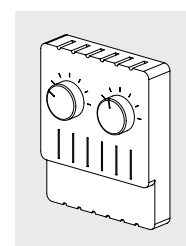

Figure 15
8.7 L'armoire de commande peut être équipée d'une résistance chauffante. La résistance peut être réglée automatiquement par un thermostat intégré ou par un thermostat externe. Consultez la documentation fournie avec l'armoire de commande. Lorsque le dispositif de chauffage et le ventilateur de refroidissement sont tous deux présents, le thermostat externe a une double régulation. Les paramètres sont pré-réglés par Modine. Si nécessaire, adapter les réglages aux conditions de fonctionnement locales. Voir la Figure 15 à titre d'exemple.